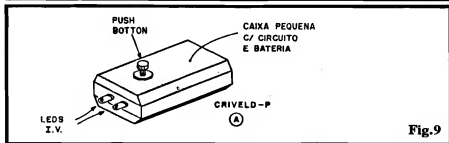

Fig.9
- FIG. 9 - "ENCAIXAMENTO" DO TRANSMISSOR - Com sua minúscula plaquinha, e bateria pequena, o conjunto "A" do CRIVELD caberá num container bem portátil, devendo o lay out geral assemelhar-se ao sugerido na figura... Confortável para acionamento, e eficiente no direcionamento do feixe de infravermelho projetado (os LEDs com suas "cabecinhas" bem próximas, lado a lado, rigorosamente "apontado" para a mesma direção...), são as características buscadas na configuração... Pequenas variações no "jeitão" final são aceitáveis, mas sempre feitas com bom senso... Dentro da caixinha, convém prender a plaquinha com parafuso/porca ou adesivo forte, calçar a bateria com um pedaço de isopor ou espuma de nylon, e fixar bem os LEDs com cola de epoxy ou de ciano-acrilato, de modo que nada fique "jogando"...